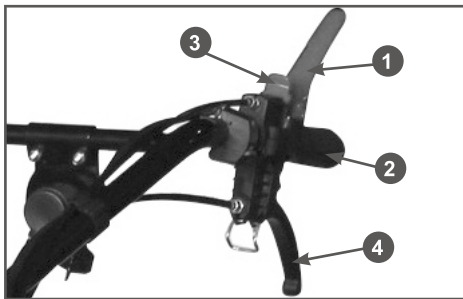

Рис.12 Левая рабочая рукоятка
2. Рычаг выключателя двигателя 1 (Рис.12) нажмите и зафиксируйте стопором.
При возникновении аварийной ситуации, для экстренной остановки мотоблока переведите рычаг выключения двигателя в верхнее положение Рис.12.